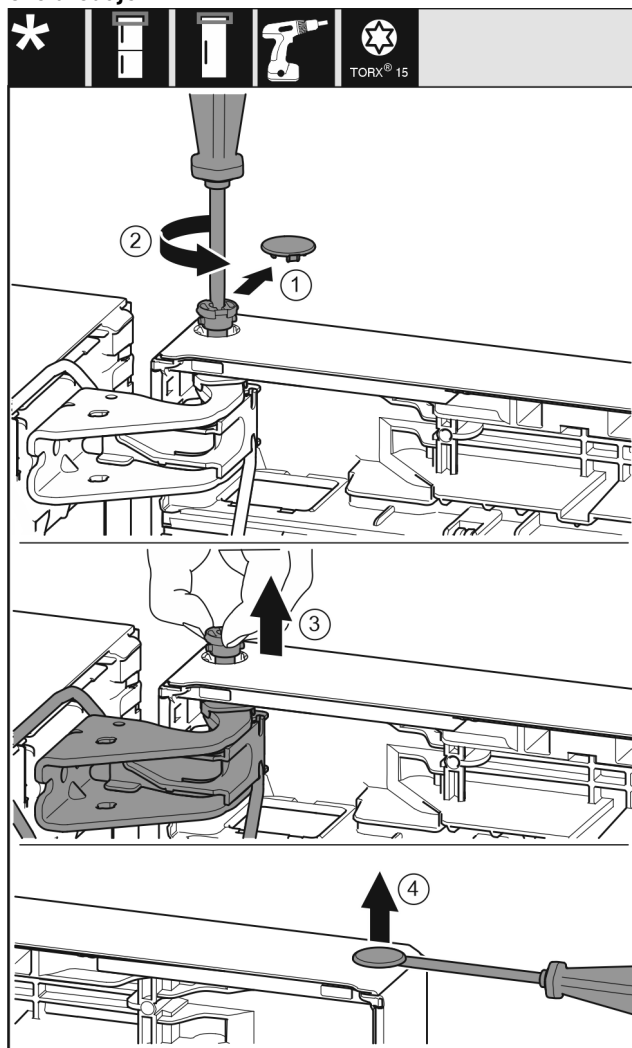

Fig. 22
- Oprezno skinite sigurnosni pokrov. Fig. 22 (1)
- Odvijačem T15 malo odvijte svornjak. Fig. 22 (2)
- Čvrsto držite vrata i prstima izvucite svornjak. Fig. 22 (3)
- Ravnim odvijačem oprežno podignite čep iz čahure ležaja vrata i izvucite ga. Fig. 22 (4)